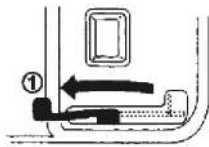

Рис. 7
3. Переведите рычаг заслонки в положение 1 (Рис. 7)